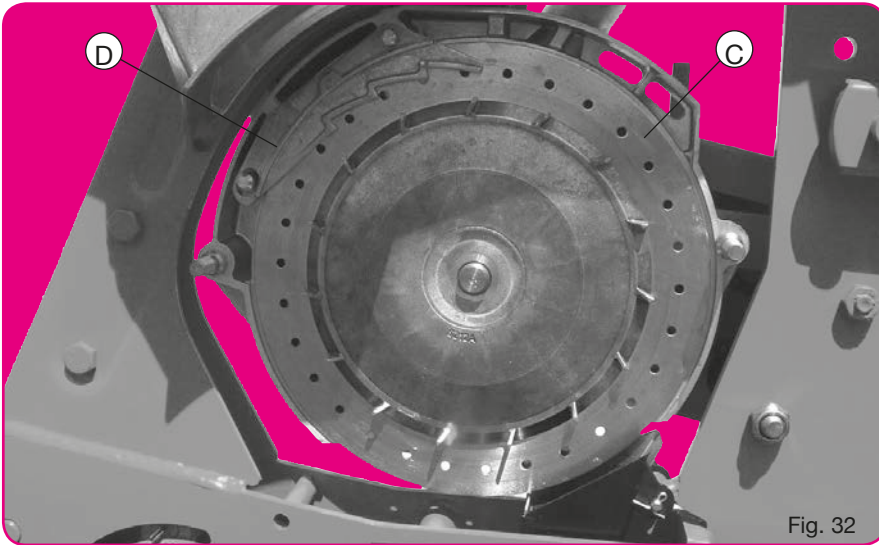

Fig. 32
Pour chaque type de semence, il sera nécessaire d'utiliser le disque avec nombre de trous et Ø de trous adaptés (voir liste page suivante). Avant mise en route s'assurer que les boîtiers sont bien équipés des disques convenables. (Les semoirs sont livrés d'usine distributions non montées). Les plaques de sélection (D) se placent sur les disques (côtés couvercle et non entre disques et couronnes plastique) (fig. 32). A l'intérieur du couvercle se trouve un volet en tôle. Ce volet (2) régularise l'arrivée des graines depuis la trémie et assure un niveau constant et convenable face au disque. En fonction de la semence utilisée il doit, avant tous semis, être contrôlé et réglé suivant 2 positions :
De afstrijkers (D) worden geplaatst op de schijven (aan de kant van het deksel en niet tussen de schijven en de kunststof slijtringen). (Fig 32).